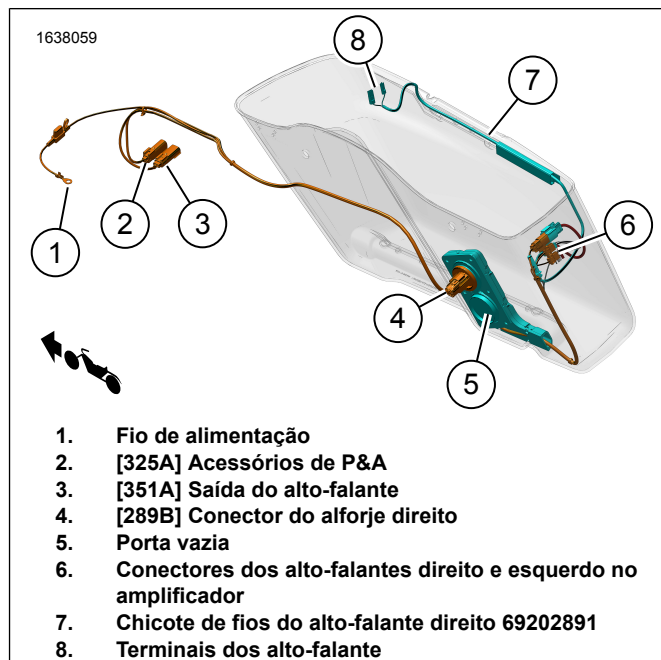

Figura 5. Roteamentos do chicote de fios no alforje direito
- g. Roteie o chicote de fios (5) passando pelo furo do anel isolante.
- h. Instale o anel isolante (3) no chicote de fios (5).
- i. Ajuste o anel isolante (3) conforme necessário e instale-o no alforje.
13. Figura 5 Instale o chicote de fios do alto-falante direito.
- b. Figura 5 Roteie o chicote de fios (7) conforme mostrado.